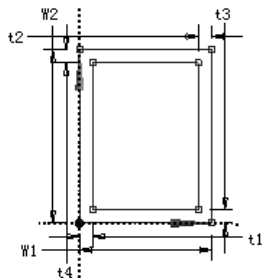

图 7.3.4 定义横截面参数
(1) 定义横梁截面属性。选择 **Concept** → **Cross Section** → **Rectangular Tube** 命令，弹出“Details View”对话框，在对话框中修改截面尺寸值，其中 $W1=60$, $W2=100$, $t1=10$, $t2=10$, $t3=10$, $t4=10$ 。结果如图 7.3.4 所示。